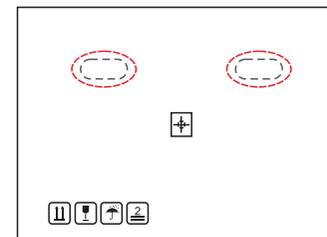

图3.4 用于移动逆变器的手柄显示为红色圆圈
1. 下面的红色圆圈表示产品包装上的镂空。以便于搬运逆变器纸箱（参见图3.4）。